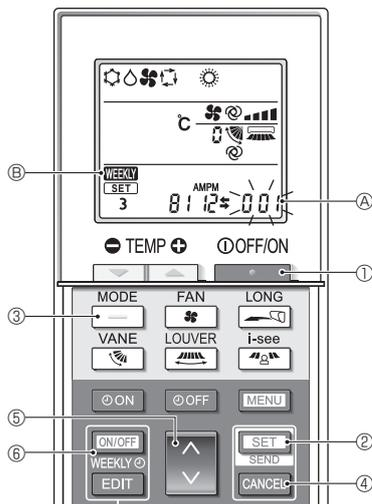

Fig. 5-16
- Drücken Sie die **MENU**-Taste ②.
5.13.8. Den Betrieb im Automatikmodus deaktivieren (Fig. 5-16)
1. Drücken Sie die **POWER**-Taste ①, um die Klimaanlage anzuhalten.
- Wenn der Wochen-Timer aktiviert ist, drücken Sie die **ON/OFF WEEKLY**-Taste ⑥, um den Timer zu deaktivieren. (**WEEKLY** ⑥ verschwindet.)
2. Drücken Sie die **SET**-Taste ② 5 Sekunden lang.
3. Drücken Sie die **UP**-Taste ④.
4. Abschließen der Einstellungen (Fig. 5-16)